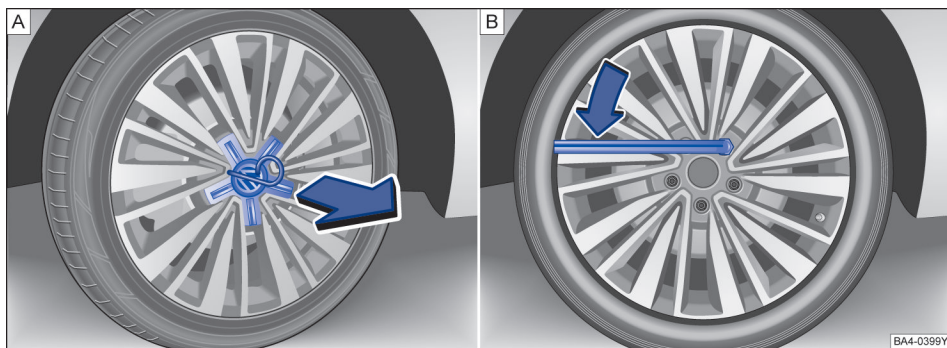

图 206 A 从车轮螺栓上拔下盖罩并更换车轮；B 松开车轮螺栓
- 将钢丝钩定位到罩盖的拆卸位置，拆卸位置是任意两个相邻卡爪间的开孔处，确保钢丝钩已钩住罩盖。缓慢施力拉出罩盖。→ 图 206 A。
- 将车轮扳手套到车轮螺栓上，然后推到限位位置→ 图 206 B。